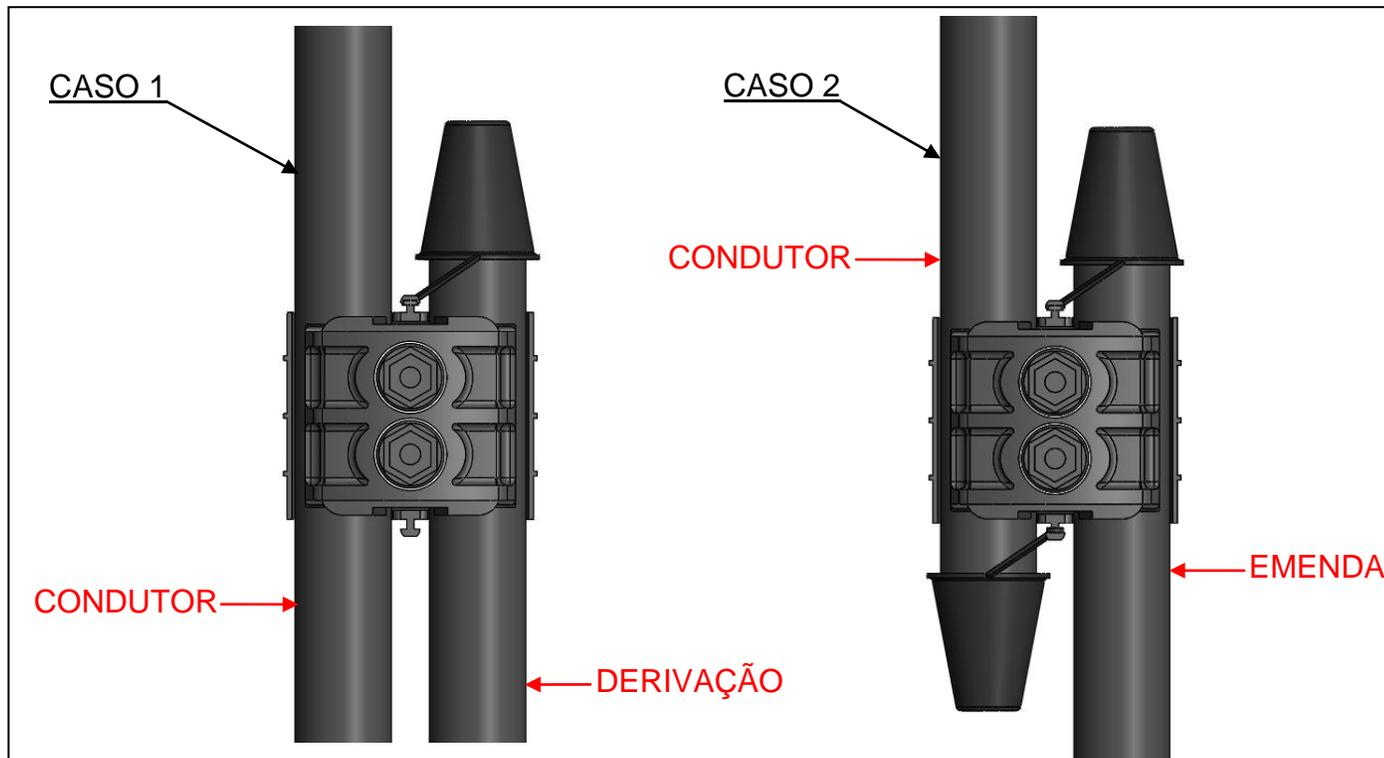

Figura 7
**3.7** Após a finalização da montagem do conector, o capuz do conector deve ser colocado na extremidade do cabo de modo que fique protegido. O conector KARP é fornecido com dois capuzes. Caso o conector seja aplicado para fins de derivação, será utilizado apenas um capuz, conforme o CASO 1 da figura 7, se o conector for aplicado para fins de emenda, serão utilizados dois capuzes de acordo com o CASO 2 na figura 7.